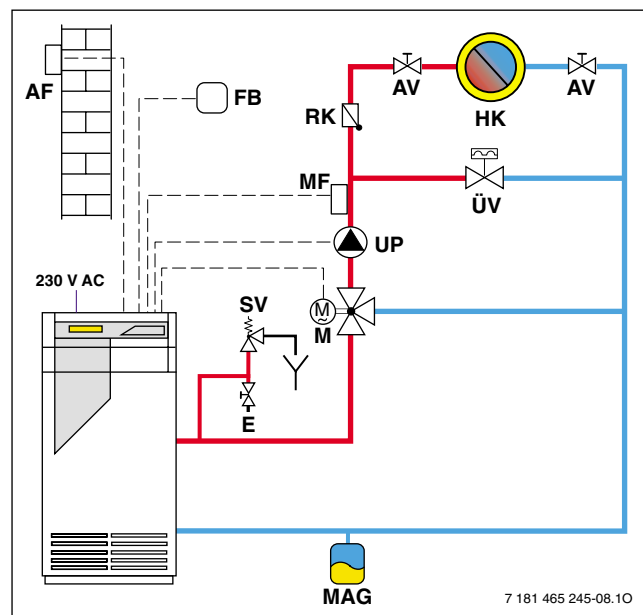
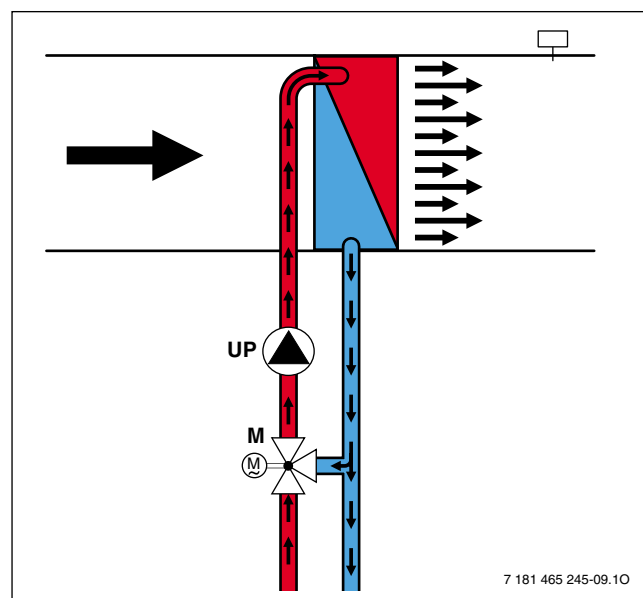

Bild 8
Bild 9
- Anlagen mit einem Wasserinhalt von > 15 l/kW in Verbindung mit einem Gas-Heizkessel (Bild 8)
- Luftheritzer bzw. Wärmetauscher als Nachheizregister für die kontrollierte Wohnungslüftung (siehe Bild 9)
Legende zu Bild 8 und Bild 9: